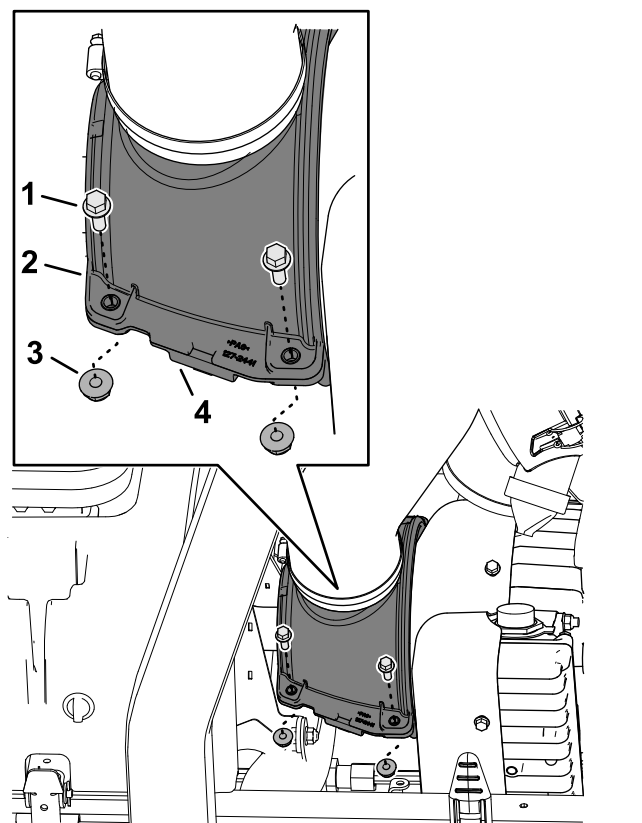

Figura 68
3. Asigurați jumătățile carcasei de aer de răcire a alternatorului și tifturile de limitare a compresiei cu cele 4 uruburi cu guler și 4 contrapiulițe cu guler (Figura 68).